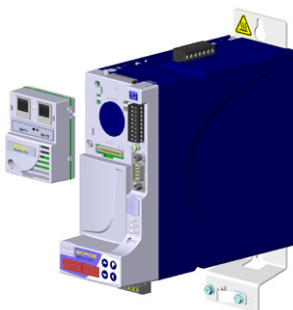

Figura 4.2: Instalación del accesorio
3. Conecte el accesorio en el slot apropiado, tal como es ilustrado en la Figura 4.2 en la página 14. Recuerde que los accesorios ECO5, ECO6 y ECO7 pueden ser conectados solamente en el slot 2.